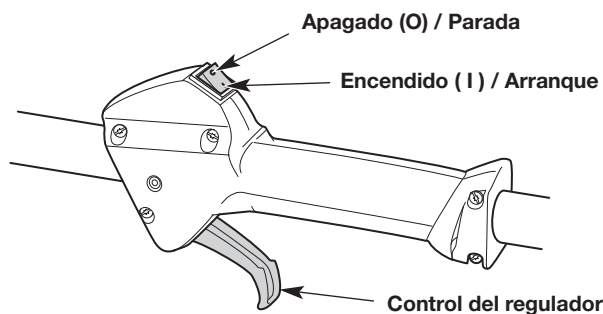

Fig. 7
NOTA: No hay necesidad de encender la unidad. El interruptor de Encendido/Apagado debe estar en la posición ENCENDIDO (I) en todo momento (Fig. 7).
6. Apriete el control del regulador (Fig. 7) y tire de la cuerda **5 veces** con movimiento regulado y firme (Fig. 9).
2. Oprima y no suelte el interruptor de control de Encendido y Apagado en la posición APAGADO (O) hasta que el motor se detenga por completo (Fig. 7).
7. Apriete y mantenga oprimido el control del acelerador (Fig. 7). Ponga en marcha el accesorio de arranque eléctrico durante 2 segundos.